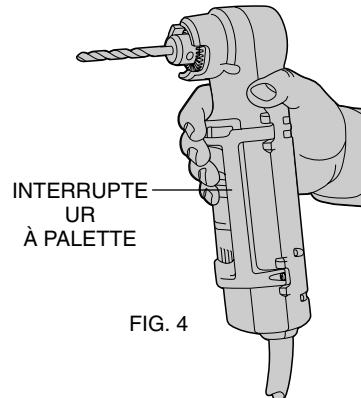

FIG. 4
Pour mettre l'outil en marche, enfoncez l'interrupteur qui se trouve le long de l'outil (fig. 4). Pour arrêter l'outil, relâcher l'interrupteur.
9. Afin d'optimiser le confort de l'utilisateur et la maîtrise de l'outil, on peut saisir l'outil de l'une des façons illustrées suivantes. Comme à la figure 4, on peut saisir le cou de la perceuse et se